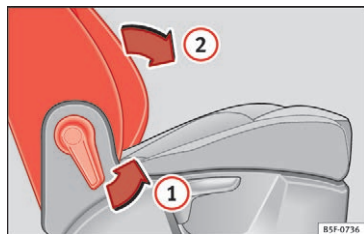

Fig. 148 Passagersæde: greb til fremklapning af ryglæn
- Træk i grebet **1** » **Fig. 148**, og klap ryglænet frem **2**, så det er i vandret position.